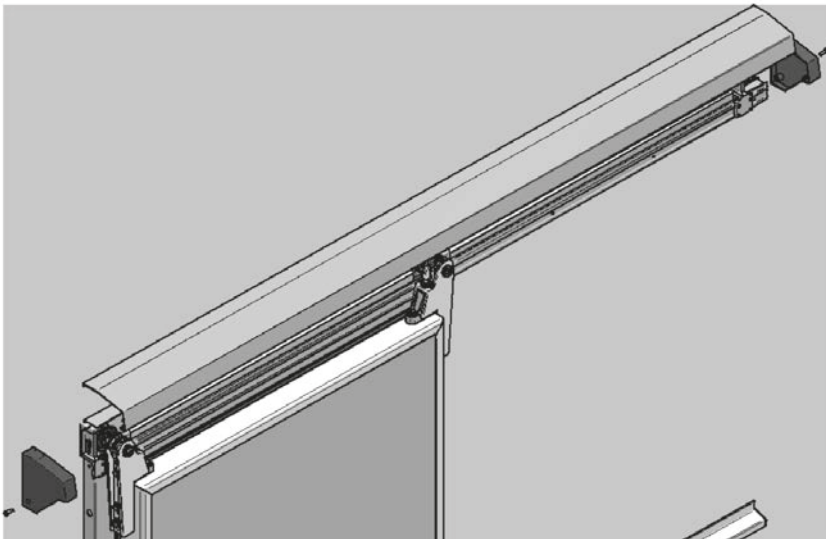

Abb. 12
- Montieren Sie danach das Gehäuse der oberen Führung (Abb. 12).